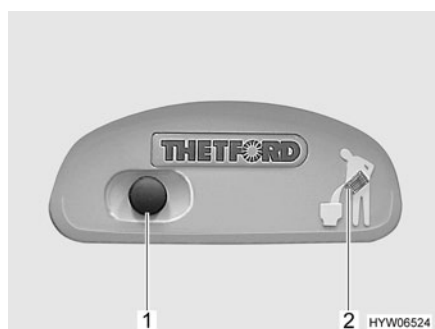
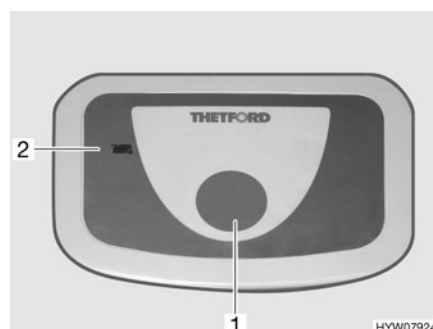

Fig. 209 Bouton pour la chasse d'eau/voyant de contrôle des toilettes Thetford
Fig. 210 Bouton pour la chasse d'eau/voyant de contrôle des toilettes Thetford (alternative)
- Pour actionner la chasse d'eau, appuyer sur le bouton bleu (Fig. 209,1 ou Fig. 210,1) .
Le voyant de contrôle (Fig. 209,2 ou Fig. 210,2) s'allume lorsque la cassette Thetford doit être vidée.